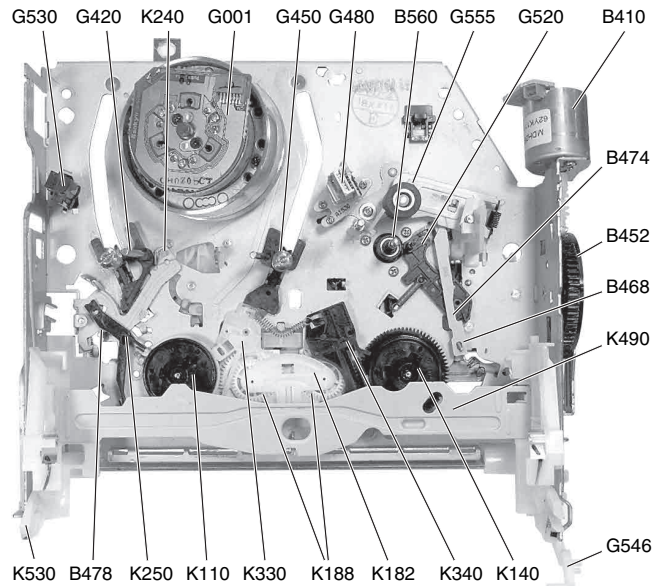
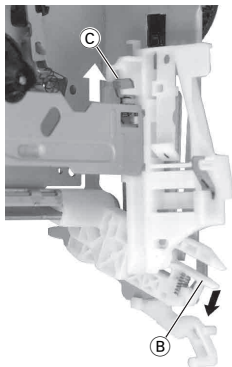

Fig. 1
Fig. 4
- gefederten Lift-Hebel (B) (Fig. 4) spannen, Arretierung (C) lösen und Cassetten-Lift (K490, Fig. 1) herausnehmen.
- gefederten Lift-Hebel (B) (Fig. 4) spannen, Arretierung (C) lösen (spannen) und Cassetten-Lift in die rechte Führung des Lift-Hebels einsetzen.